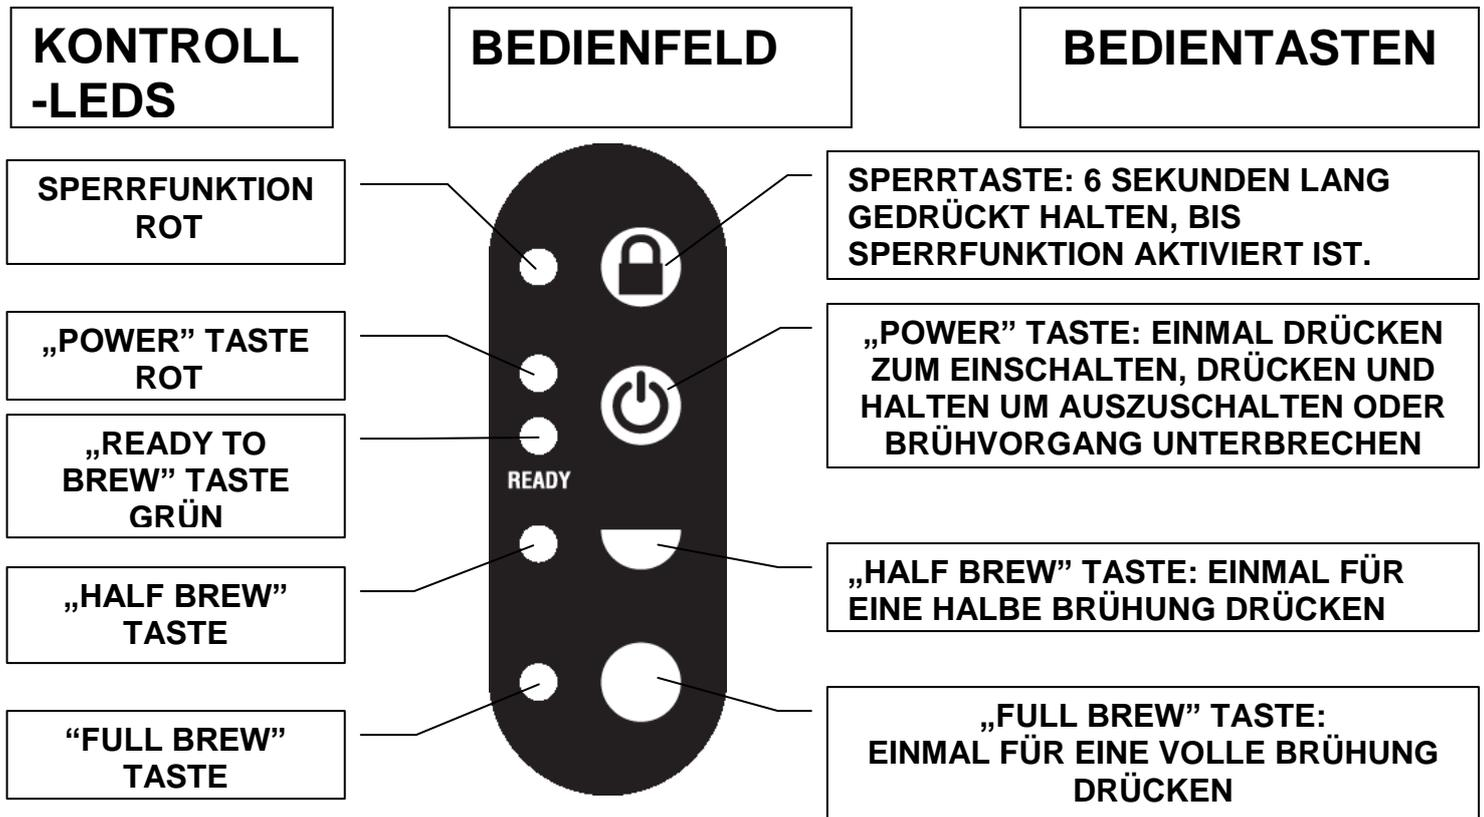

Abb. 1
- Schalten Sie die Maschine ein, indem Sie die Taste „Power“ drücken (s. Abb.1). Die „Power“ LED leuchtet.
- Wählen Sie eine geeignete Brühung auf dem Bedienfeld aus, indem Sie entweder die Taste „Half Brew“ (halbe Brühung) oder „Full Brew“ (volle Brühung) betätigen (s. Abb. 1). Drücken Sie die Taste, bis die gelbe LED leuchtet. HINWEIS: Sollte Ihnen ein Fehler unterlaufen, drücken Sie die Taste „Power“, um die Maschine auszuschalten. Warten Sie 3 Sekunden. Schalten Sie die Maschine wieder ein. Wählen Sie die korrekte Brühung aus.